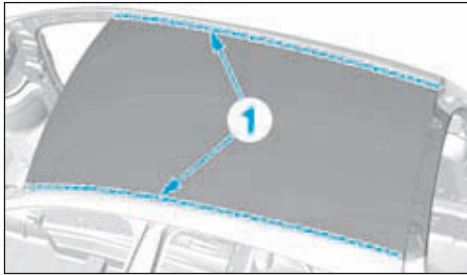
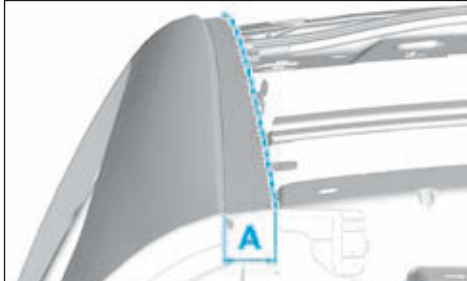

FIG.123
FIG.124
- Tracer puis découper le pavillon en (1) (Fig.123) et (Fig.124).